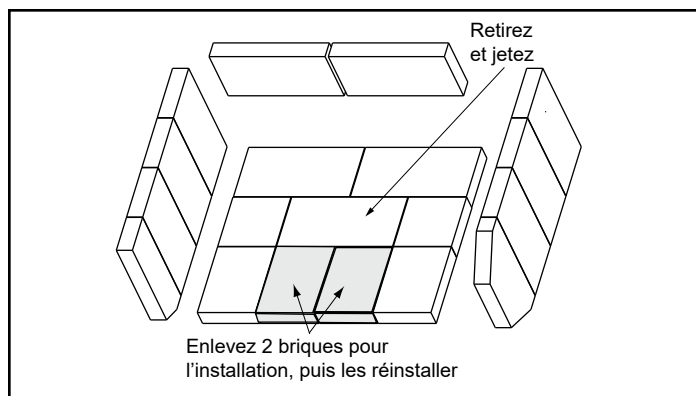

Figure 21.1
2. Retirez les 2 briques de la partie avant de la boîte à feu (**Figure 21.1**).
2. Retirez les 2 briques de la partie avant de la boîte à feu (**Figure 21.1 à la page 21**).